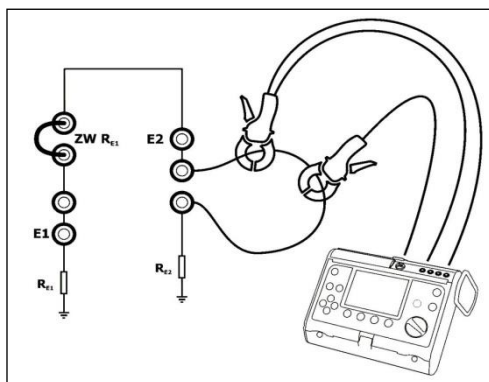

Рис.11 Подключение измерителя.
- подключить измеритель сопротивления заземлений (MRU-20X) к гнездам согласно Рис.11;